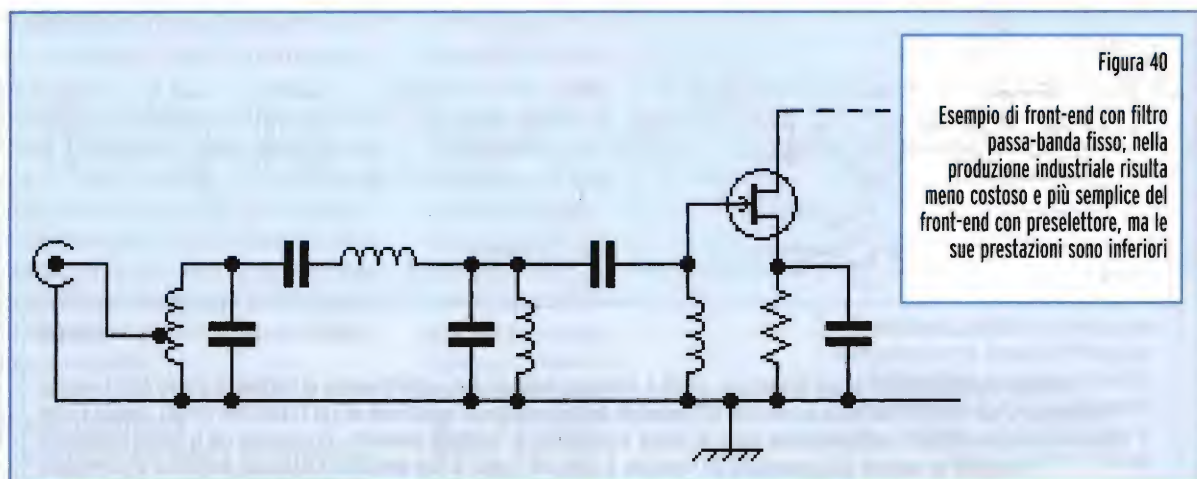

Figura 40
2. quella 'più semplice' consiste nel sostituire la sintonia d'ingresso con un filtro passa-banda che lasci transitare tutta la banda di ricezione, eliminando il controllo di preselezione (Figura 40); l'inconveniente, non trascurabile, di questo metodo è che i segnali che arrivano nel ricevitore sono tanti, le tensioni d'ingresso diventano alte e, in conclusione, le prestazioni rispetto alle intermodulazioni peggiorano sensibil-